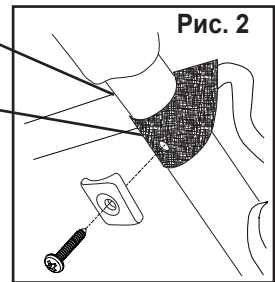

Рис. 2
2. Установите заднюю ось (С) на коляску (рис. 2).
- Возьмите заднюю ось (С) так, чтобы тормозная трубка (3) была направлена вверх, и совместите концы оси с задними стойками коляски.
- Вставьте заднюю ось (С) в задние стойки (4) до пружинных фиксаторов. Нажмите на фиксаторы и вставьте заднюю ось (С) в задние стойки (4) до упора, чтобы пружинные фиксаторы защелкнулись на задней оси (С).
2. Выровняйте отверстие (1) на стержне заднего колеса (В) с отверстием на задней оси.
3. Вставьте винт М6 х 34 мм (Н) в получившееся отверстие, чтобы его конец показался с другой стороны задней оси (С) (рис. 2).
1. Направив стрелку на рукоятке (E) вверх, сдвиньте рукоятку. Зажим (1) между тканевым боковым покрытием сиденья и передней ножкой.
2. Наденьте зажим на рычаг (1) на переднюю ножку и выровняйте отверстие в зажиме со шпилькой (2) на рычаге, на обеих стороны коляски (рис. 2)
3. Закрепите заднюю (короткую) дугу, вставив ее концы в фиксаторы, расположенные с наружной стороны ручки в верхней части задних сидений (рис. 2).
2. Поднимите заднюю дугу капюшона так, чтобы между ручкой и ее опорной рамой образовался зазор (2).
4. Выньте винты с фиксаторами, снимите фиксирующие ленты (рис. 2).
3. Найдите предохранительную ленту по бокам коляски (рис. 1). Слегка надавите на ручку коляски и расстегните предохранительную ленту. Для этого потяните пряжку (1), поверните ее (2) и пропустите через кольцо (3) (рис. 2 и 3).
4. Положите сложенную коляску на пол так, чтобы передние колеса и подставка для ног оказались снизу. Нажмите на ручку коляски, пропустите пряжку на предохранительной ленте в кольцо и поверните ее (рис. 2).
3. Отрегулируйте натяжение ремней. Для этого потяните за свободный конец и переместите пластиковую пряжку (рис. 2).
2. Аккуратно вытащите пряжку вместе с наплечником с лицевой стороны спинки. Расправьте наплечник, чтобы он лежал ровно (рис. 2).
1. Если нужно удлинить паховый ремень, сдвиньте пряжку к краю ремня (рис. 2).
2. Если нужно укоротить паховый ремень, сдвиньте пряжку к середине ремня (рис. 2).
1. Приподнимите спинку и расстегните обе пряжки (рис. 2).
1. Приподнимите спинку и верните ее в вертикальное положение, закрепите обе пряжки (рис. 2).